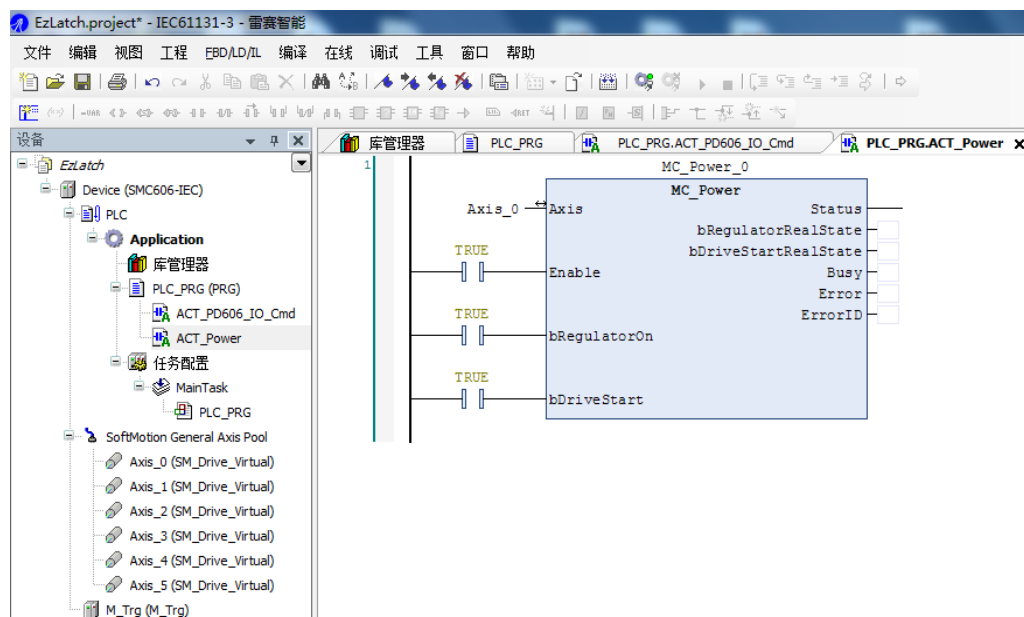

图 9.40 上电模块 Power
3) 按照步骤 2 的方法依次添加上电模块 Power、相对运动模块 ACT\_RelativeMove、EZ 锁存模块 ACT\_EzLatch，并填写相应的参数，如图 9.40~9.42 所示。